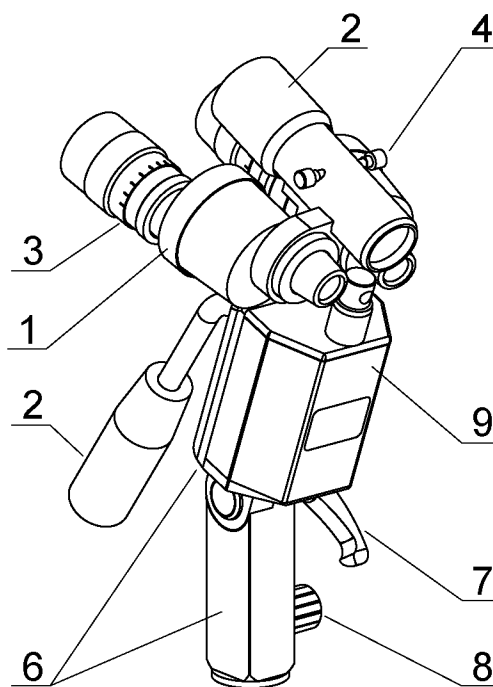

Рисунок 2 – Головка кольпоскопа с видеосистемой.
Головка кольпоскопа (рис. 2) состоит из головки оптической 1, видеосистемы 9 (при поставке кольпоскопа с видеосистемой), осветителя 2 и кронштейнов 6.
Головка оптическая 1 (рис. 2) состоит из двух микроскопов, оптические оси которых расположены под углом и сходятся в плоскости предметов на расстоянии 250 мм от объективов. Конструкция головки оптической позволяет изменять межзрачковое расстояние в пределах от 56 мм до 74 мм.
Диоптрийная подвижка окуляров по глазу наблюдателя в пределах от +5 дптр. до -5 дптр. осуществляется вращением окуляров 3 (рис. 2).
Оптическая система осветителя 2 (рис. 2) формирует в плоскости наблюдения яркое и равномерное по освещенности световое пятно с четкими границами. Практически неограниченно долгий срок службы светодиода осветителя обеспечивается высокой стабилизацией питания от сетевого импульсного AC/DC источника питания. Для ввода-вывода зеленого светофильтра в осветительный канал оптической системы служит ручка 4
Наклон головки оптической 1 (рис. 2) выполняется вокруг соединительной оси кронштейнов 6. Усилие торможения в соединительной оси кронштейнов 6 регулируется поворотом ручки 7 (флажок ручки 7 имеет функцию холостого поворота для установки его в удобное положение).
- 4) Вращая окуляры 3 (рис. 2) вокруг своей оси, установить их в соответствии с диоптрийностью глаз наблюдателя по диоптрийной шкале.
- 10) Ввести (вывести) при необходимости светофильтр с помощью ручки 4 (рис. 2).